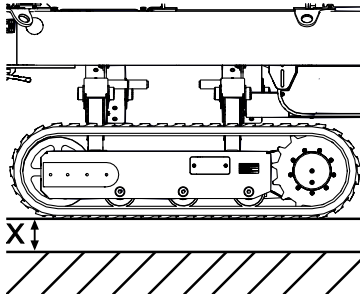

Abb. 101
3. Maschine mittels Stützen so weit anheben, bis das Kettenfahrwerk ca. 20mm Abstand zum Boden hat (Abb.101/X).